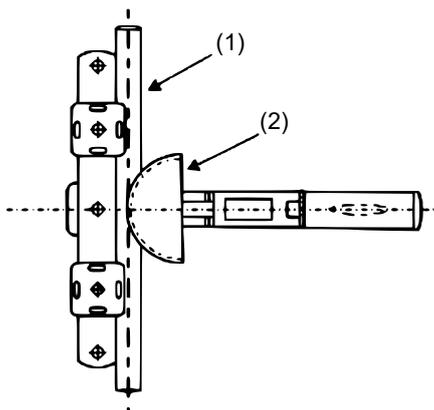

Abbildung 4
1. Befestigen Sie das Rohr und das Pressstück und legen Sie das Rohr über die entsprechende Nut auf dem Modul. Setzen Sie anschließend das entsprechende Pressstück in das Ende des Gestells ein, entsprechend der unterschiedlichen Rohrgrößen, wie in Abb. 4 zu sehen